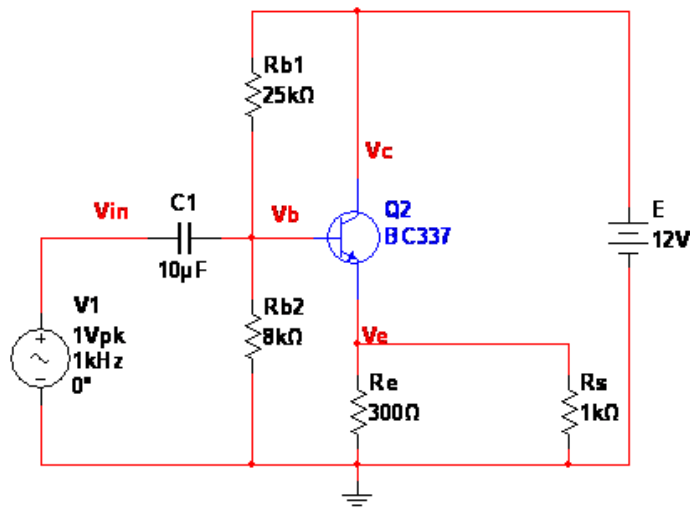

Figure 6 : Montage d'un transistor en suiveur
1. Réalisez le montage de la figure 6, le transistor joue le rôle d'un suiveur de tension.